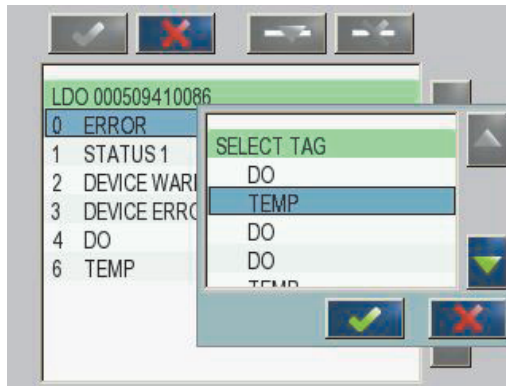

图 46 Profibus/Modbus 配置菜单 - 选择标签
6. 在通信设备列表中，选择一个标签（例如，错误或状态），按**添加**按钮。屏幕显示包含所有探测器可用标签的标签选择框（图 46）。